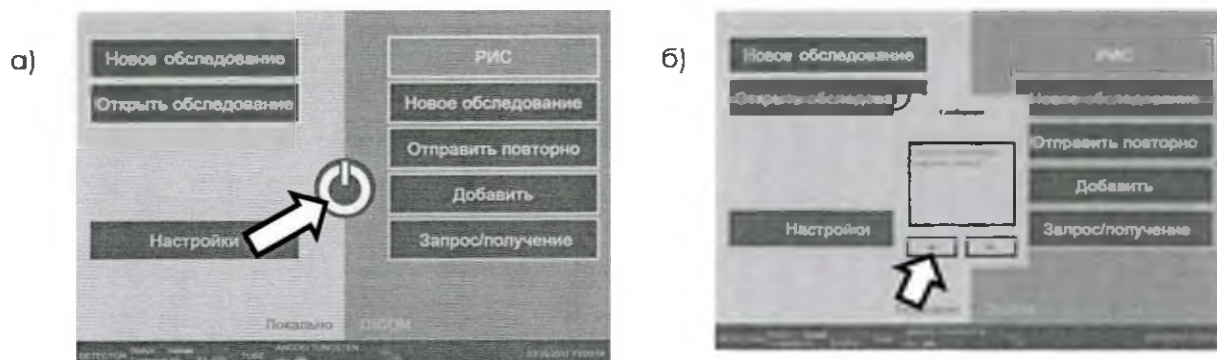

Рисунок 3.7– Выход из ПО
2. Закройте пользовательское ПО нажатием красной кнопки, расположенной в центре СПУ (Рисунок 3.7, а).
3. В открывшемся окне подтвердите выход нажатием кнопки «ДА» (Рисунок 3.7, б).